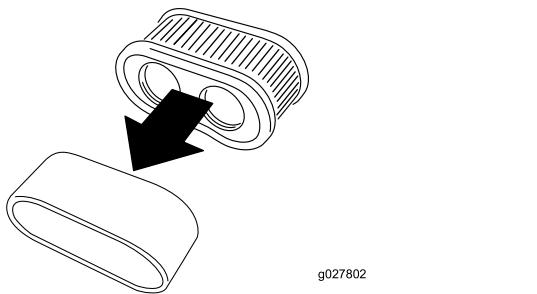

Figura 34
7. Separe el elemento de gomaespuma del elemento de papel (Figura 34).